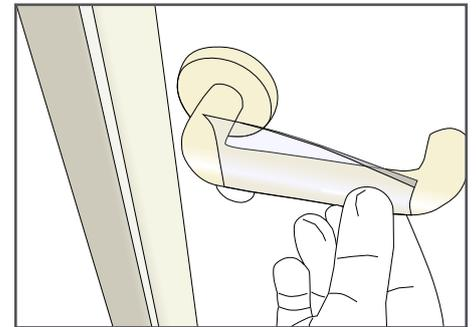

Abbildung 17
- › Es ist mit der Verklebung um den Türgriff herum fortzufahren, wobei die Hand von links nach rechts zu bewegen ist, um die Folie sachgemäß über die gesamte Breite der Klinke anzubringen. (Abb. 17)